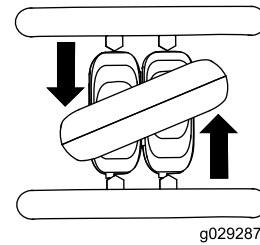

Bild 10
- Drehen Sie den Fahrertriebshebel nach links, um nach links zu fahren (**Bild 10**).